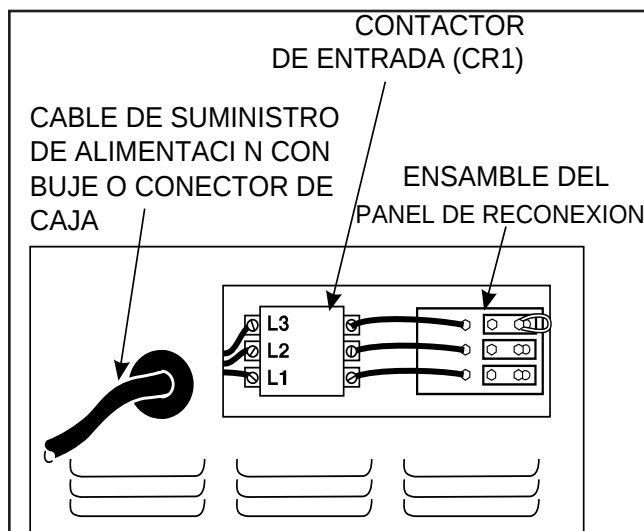

FIGURA A.1 CONEXIONES ELÉCTRICAS DE ENTRADA
La entrada del suministro de alimentación se da a través del orificio en el Ensamble Posterior del Gabinete. Vea la Figura A.1 para localizar la abertura del cable de entrada de la máquina, Contactor de Entrada (CR1), y panel de reconexión.
5. Conecte los cables trifásicos de fuente de energía de CA L1, L2 y L3 a las terminales del contactor de entrada en el ensamble de caja de entrada. Vea la Figura A.1.